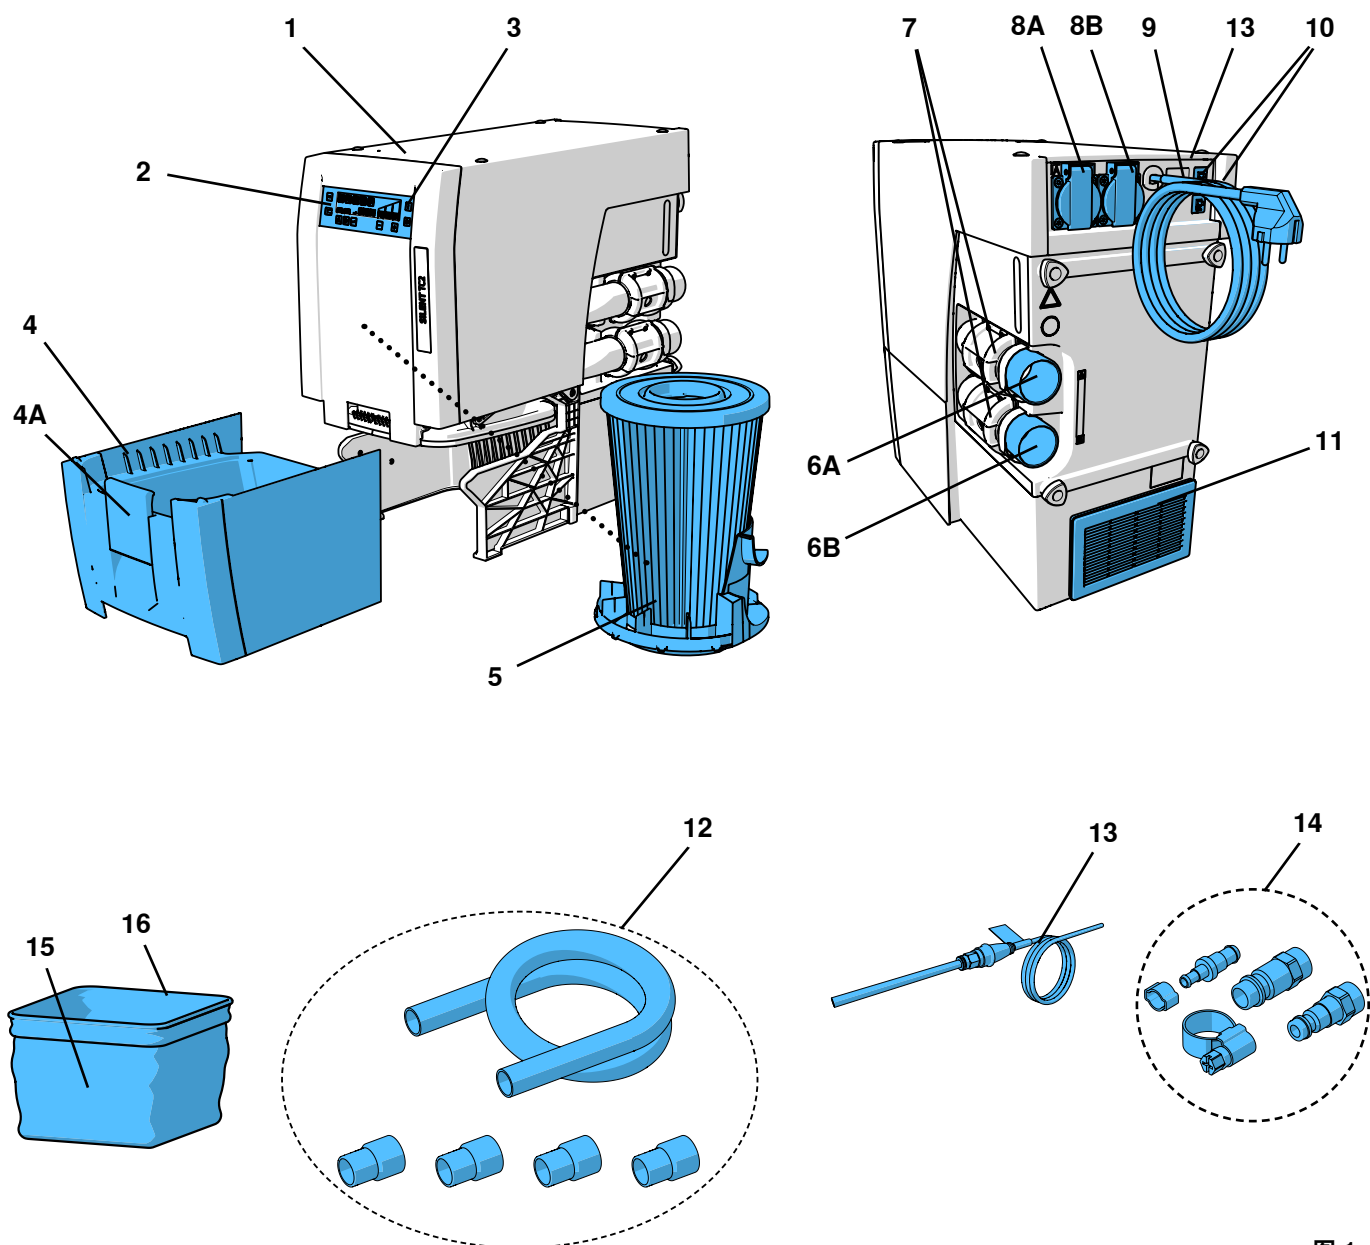

图 1
- 排气口(11, 图 1) 没有阻塞。
- 外置排气管 (A)（参阅第4.7章）。
- 在柜壁 (B) 开最少250 x 120毫米的通风口，位置要直接与排气口（11, 图1）相对。
- 拆下机柜的背面 (C)，从机柜背面到墙壁距离至少要有50毫米。
- ⇒ 展开电线（9, 图1），将插头插入电源插座。
- ⇒ 从提供的连接套装（14, 图 1）中选取合适的管端接头，并将其连接到管的末端。